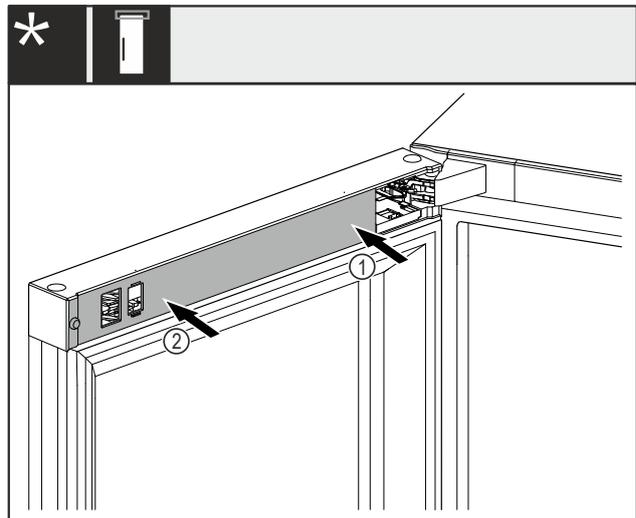

Fig. 47*
- ▶ Abdeckung Fig. 47 (1) zuerst an der Lagerbockseite aufsetzen und einrasten.*
- ▶ Abdeckung Fig. 47 (2) an der Aussenseite aufsetzen und einrasten.*